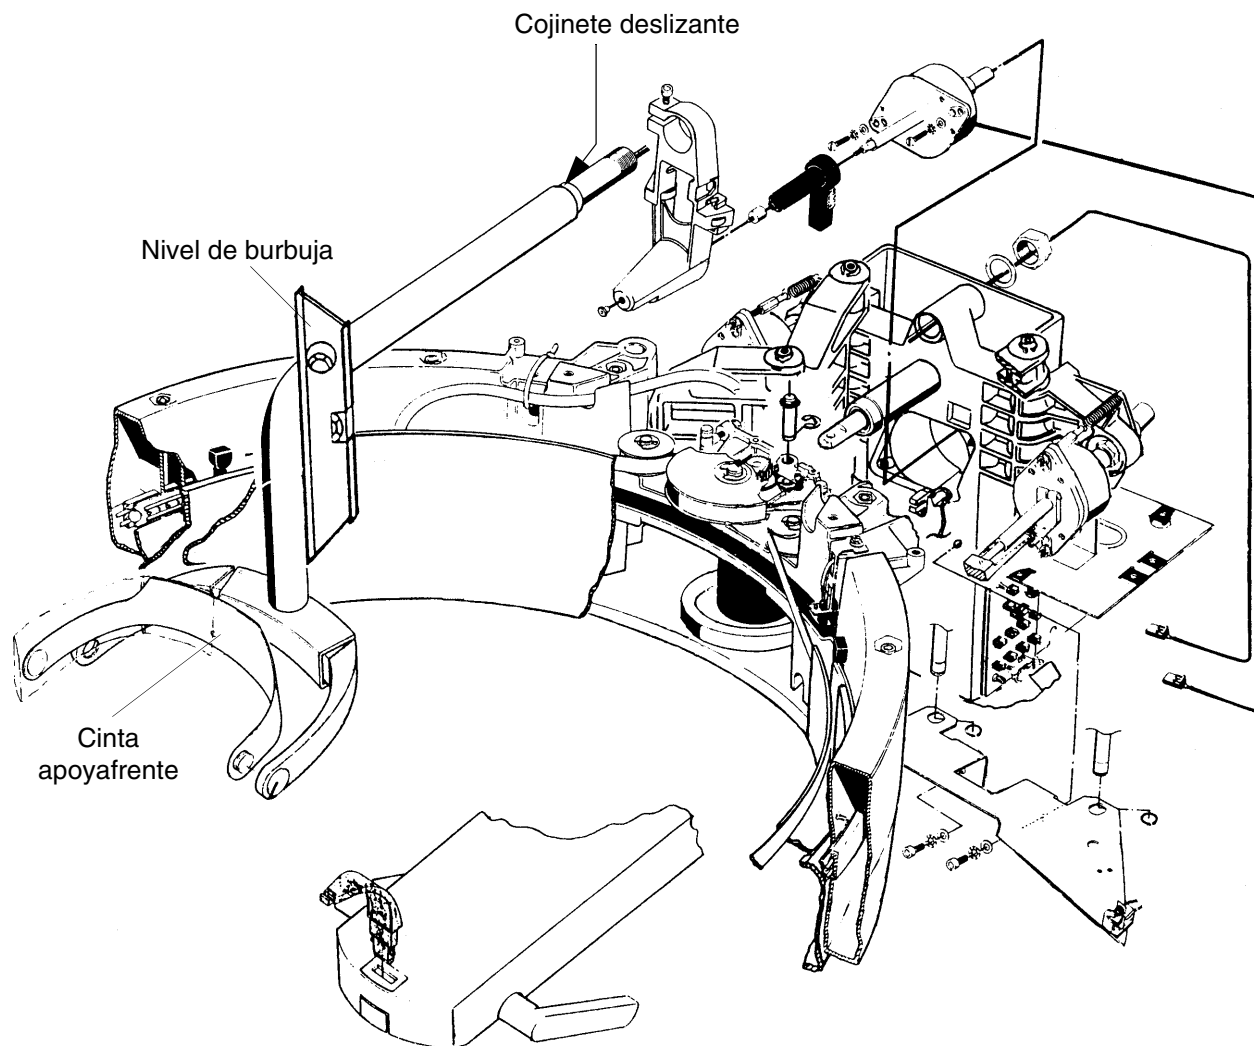

Figura 5: Apoyafrente
- Coloque el nivel de burbuja en el arco del tubo del apoyafrente. ☞ Véase la figura 5: Apoyafrente.